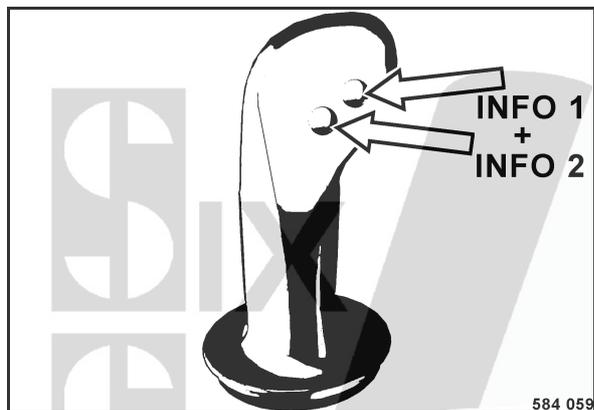

fig. 77
- Pour quitter le mode d'enregistrement, appuyer sur les deux touches Info (fig. 77) pendant plus de 3 secondes ou actionner la touche F3 jusqu'à ce que l'état normal soit à nouveau rétabli..